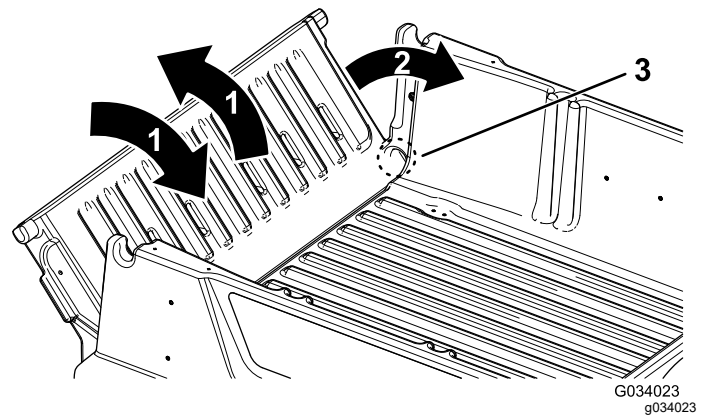

Figura 16
- Mueva el portón trasero varias veces hacia adelante y hacia atrás, con breves sacudidas (Figura 16).
- Gire el portón trasero a un ángulo de 45° aproximadamente (Figura 16).